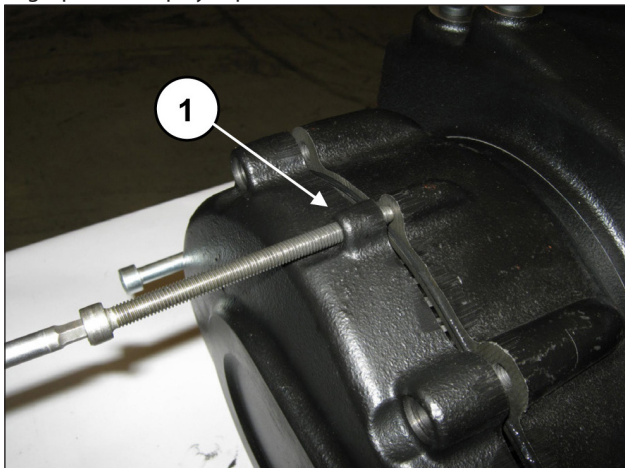

Fig. 6
Apretar de manera gradual los 3 tornillos M8 (pos. ①, Fig. 6) que actúan como extractores, hasta desmontar por completo el grupo de la tapa y el piñón.